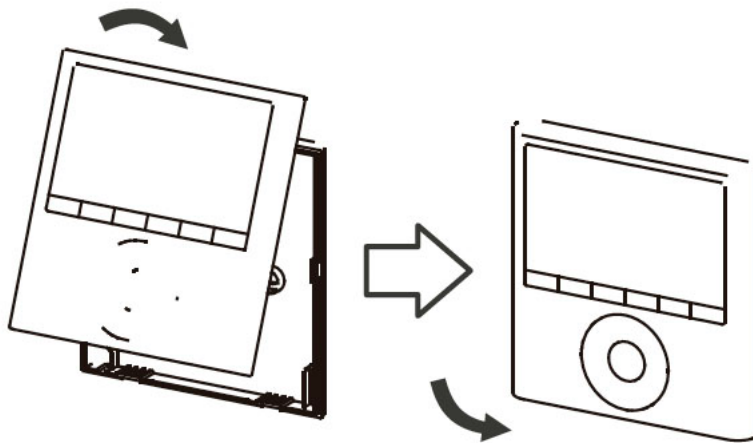

Fig 3-7
- Después de ajustar la cubierta superior y luego la trasera; evite pellizcar el cable durante la instalación (Fig 3-7)